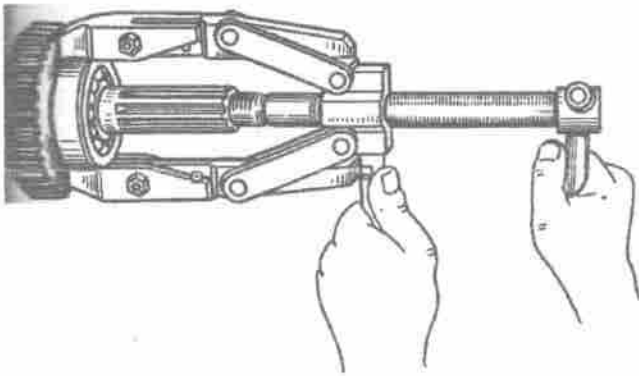

Bild 125. Abziehen des Lagers von der Antriebswelle der Hinterachse
12. Lager mit Hilfe des Abziehers von Wellen abziehen (Bild 125).